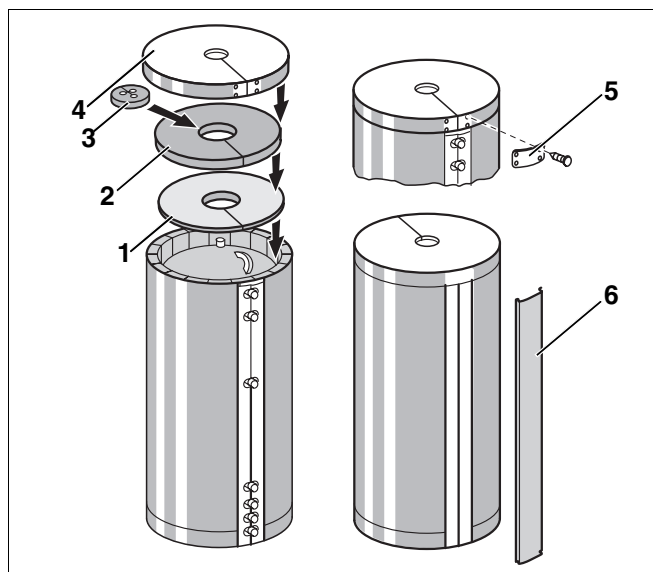

Fig. 10 Montage de l'isolation thermique (schéma de principe)
- Appuyer le cache de fermeture (fig. 10, **pos. 6**) sur la partie avant au-dessus de la baguette de fermeture du matelas isolant.
- Poser les disques isolants supérieurs (fig. 10, **pos. 1** et **2**) de manière à ce que le disque le plus épais (fig. 10, **pos. 2**) soit aligné avec le matelas isolant.
- Poser l'élément insérable avec les évidements (fig. 10, **pos. 3**) pour les raccordements du préparateur.
- Recouvrir le disque et le bord du matelas isolant avec le capot du préparateur (fig. 10, **pos. 4**).
- Fermer la fente sur le bord du capot à l'aide d'une attache et de quatre goupilles de serrage (fig. 10, **pos. 5**).